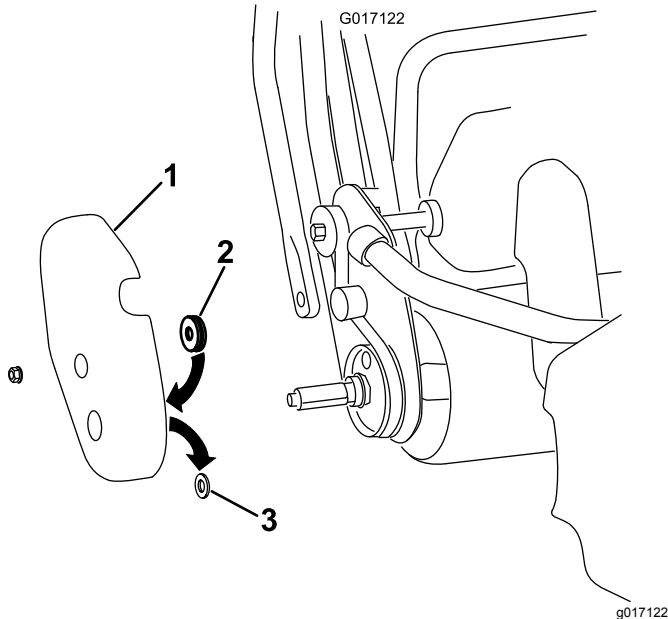

Figure 5
- Déposez le couvercle droit de tambour de la machine (Figure 5).
- Retirez et mettez au rebut la bague en caoutchouc située dans le trou d'axe du couvercle du tambour (Figure 5).
- Fixez le joint en feutre à l'intérieur du couvercle, autour du trou d'axe (Figure 5).